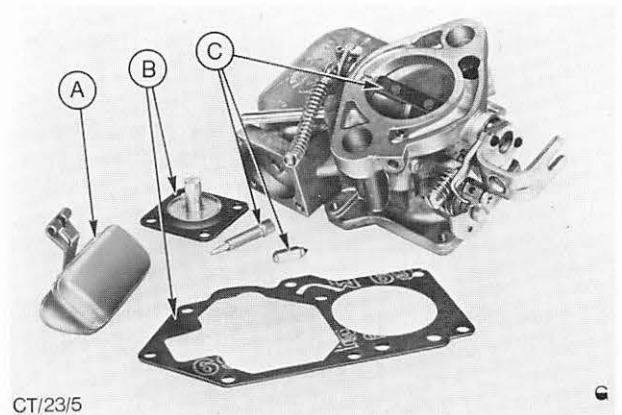

Abb. 45 Vergasergehäuse zerlegt
9. Vergaser überprüfen. Abb. 45 zeigt die wichtigsten Teile, die überprüft werden sollen: Schwimmer auf Dichtheit, Pumpenmembrane und Deckeldichtung auf Einschnitte, Gemischregulierschraube, Nadelventil und Drosselklappenwelle auf Verschleiß prüfen.